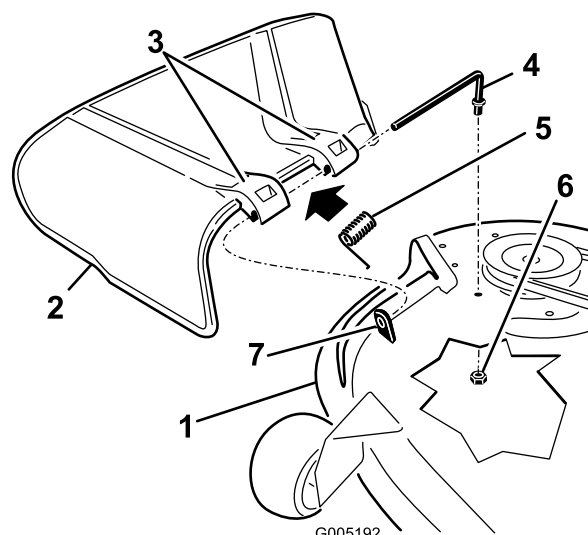

Figura 71
1. Localize os itens apresentados em Figura 71.
2. Remova a porta (3/8 polegadas) da barra debaixo do cortador (Figura 71).
3. Faça deslizar a barra para fora da parte saliente curta, da mola e do deflector de relva (Figura 71). Se o deflector de relva estiver danificado ou gasto, retire-o.
4. Substitua o deflector de relva (Figura 71).
6. Coloque a mola na barra, com a cablagem da extremidade para baixo, e entre os suportes do deflector de relva. Faça a barra deslizar pelo segundo suporte do deflector de relva (Figura 71).
7. Insira a barra na parte da frente do deflector de relva na parte saliente curta na plataforma. Fixe a extremidade traseira da barra ao cortador com uma porca (3/8 polegadas) (Figura 71).